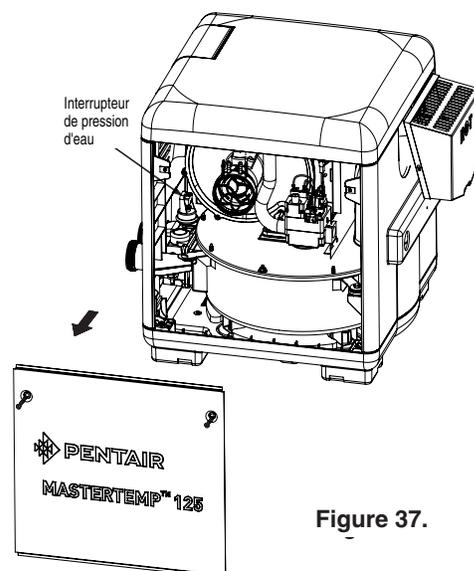

Figure 37.
- Retirer les panneaux d'accès en dévissant les quatre vis de chaque porte, soulever ensuite les portes du panneau inférieur. S'il s'avère nécessaire, les vis peuvent servir de poignées, voir la figure 37.
- Retirer les panneaux d'accès, voir la figure 37.